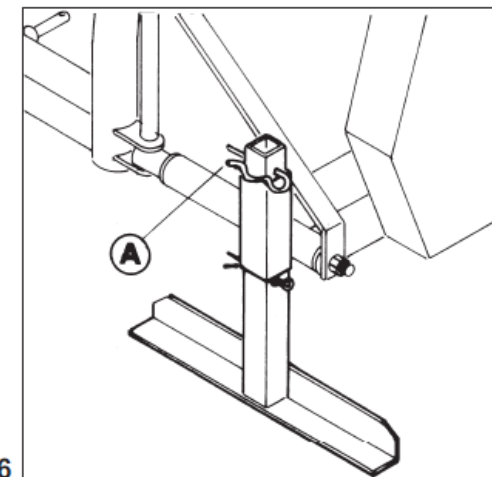

FIG. 4.6
Togliere il piede dalla posizione di appoggio (Fig. 4.6), inserirlo rovesciato in posizione di lavoro e rimettere la coppiglia di sicurezza (A).
Levantar la zapata, colocándola en posición de trabajo y ajustar la clavija de seguridad (A) (Fig. 4.6).
Raise foot support (Fig. 4.6) and bring into working position and fasten with split pin "A".
Retirer le pied de la position d'appui (Fig. 4.6), l'insérer à l'envers en position de travail et remettre la goupille de sécurité (A).